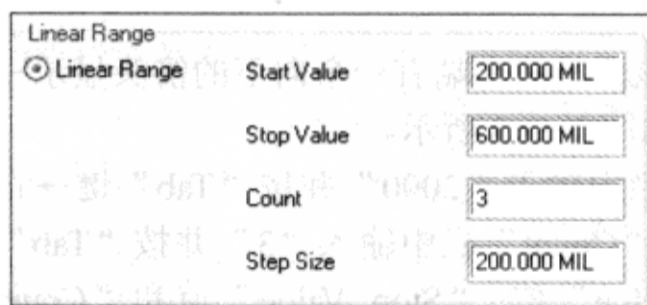

图 3-9-5 设置长度
(12) 在“Set Parameter: length”窗口选中“Linear Range”→在“Start Value”栏中输入“200”并按“Tab”键；在“Stop Value”栏中输入“600”并按“Tab”键；在“Count”栏中输入“3”并按“Tab”键，如图3-9-5所示。
(13) 单击“OK”按钮，关闭“Set Parameter: length”窗口。